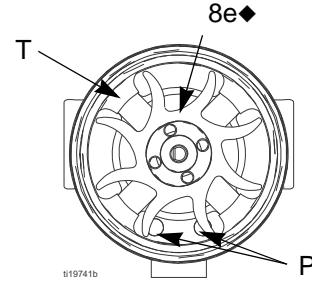

FIG. 28. Fan Yönelimi
7. İş tezgahındaki bobin tertibatını (8a) fan ucu yukarı bakacak şekilde sabit tutun. Geniş ağızlı tornavida kullanarak, fanı (8e) milden (S) çıkartın.
10. Yeni alt yatağı (8b1.) milin (S) uzun ucuna takın. Yatağın düz tarafı mıknatıstan (M) uzağa doğru bakmalıdır. Bobini (8a) takın böylece yatak kanatları bobinin yüzeyiyle temas edebilir.
12. İş tezgahındaki bobin tertibatını (8a) fan ucu yukarı bakacak şekilde sabit tutun. Fanı (8e.) milin (S) uzun ucuna doğru bastırın. Fan kanatları FIGURE 28 ile gösterildiği gibi yönlendirilmelidir.
13. Bobin üzerindeki pimi mahfazadaki oluk ile birlikte hizalarken bobin tertibatını (8a) mahfazanın (8d.) ön tarafına doğru dikkatli bir şekilde bastırın. 3 telli konektör (PC) mahfaza tırnaklarının geniş dişlerinin (W) altına konumlandırılmalıdır.
14. Fanı (8e) döndürün böylece fan kanatları mahfazanın arkasındaki dört yatak tırnağını (T) temizler. Alt mahfazanın kanatlarının (8b1) tırnaklar ile hizalandığından emin olun.